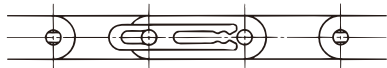

図18. クリップをピンの溝に挿入する
- 1) クリップは、RF2060・RS60以下のチェーンの継手リンクに使用しています。連結のときには、ピンに継手プレートを挿入後、クリップを継手リンクのピンの溝に確実に挿入してください（図18・19）。